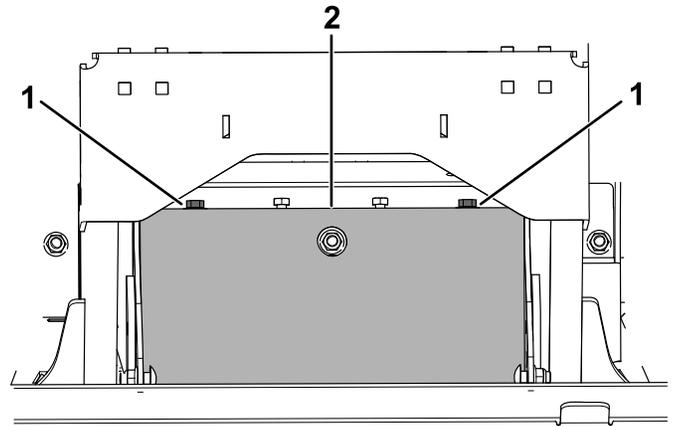

**Figure 61**
4. Décrochez le ressort du tenon d'ancrage sur le bras de la poulie de tension (Figure 61).
5. Enlevez la courroie usée du plateau de coupe (Figure 61).
6. Montez la courroie neuve sur la poulie d'embrayage, les poulies du plateau de coupe et la poulie de tension (Figure 61).
7. Accrochez le ressort au tenon d'ancrage sur le bras de la poulie de tension (Figure 61).